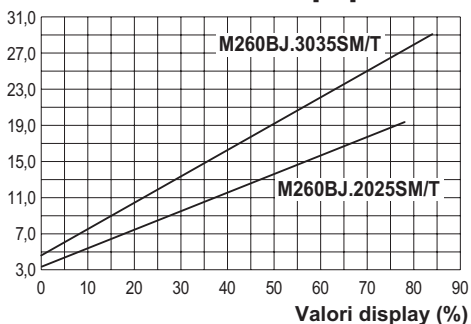
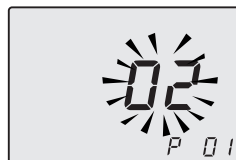
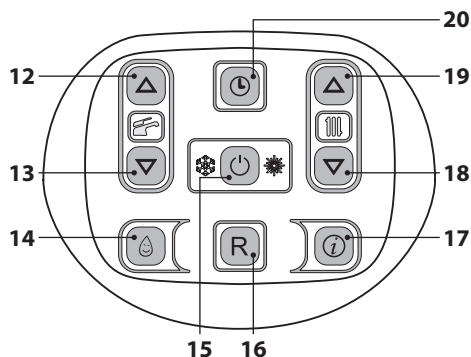

Figura 7.10
Figura 7.14
Figura 7.15
Il grafico in Figura 7.10 rappresenta come varia la potenza utile della caldaia in riscaldamento al variare del valore impostato nella scheda comando.
- Entrare in "modalità programmazione" premeendo contemporaneamente per 10 secondi i tasti 15 - 18 - 19 (Figura 7.15) fino a far apparire sul display LCD le lettere **P01** e il valore del parametro, indicanti l'entrata nel "parametro 01" (Figura 7.14).
- Utilizzando i tasti 12 o 13 (Figura 7.15) è possibile modificare il valore del parametro 12 (riferirsi al grafico Figura 7.10 per determinare il valore corretto in funzione della potenza utile di riscaldamento).
- Premendo il tasto 15 (Figura 7.15) si ottiene la conferma del valore inserito.